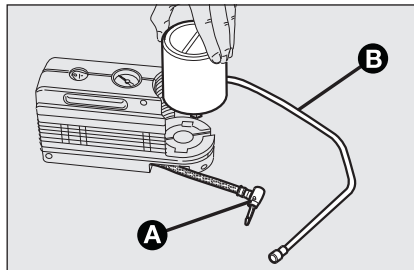

fig. 18
- débrancher le crabot **A**-fig. 18;